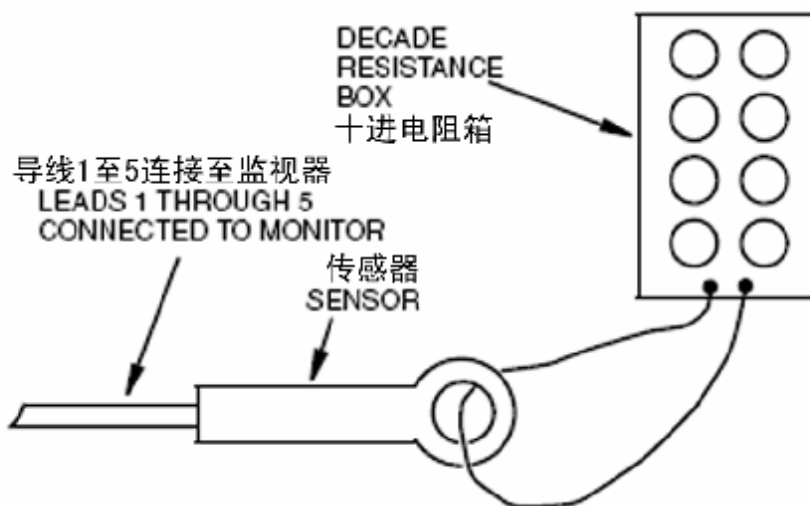

图 27. 用于调校的传感器/十进电阻箱组态
- a. 将干燥清洁的传感器悬挂在空气中（见图 27）。要使用一个开口回路（电阻值无穷大）以在 $0\mu\text{S}/\text{cm}$ 或 $0\text{mS}/\text{cm}$ 下进行校准。
- d. 按图 27 所示，安排从十进电阻箱并穿过传感器的电阻回路。
在先前的公式中计算的电阻值假定采用如同图 27 所示的通过传感器的单回路 (或单圈)。当要求极小的电阻而且使用手头的设备而不能得到时, 用户可以把十进电阻箱的接线多次穿过传感器, 然后将 R_L 乘以穿过传感器的圈数的平方。